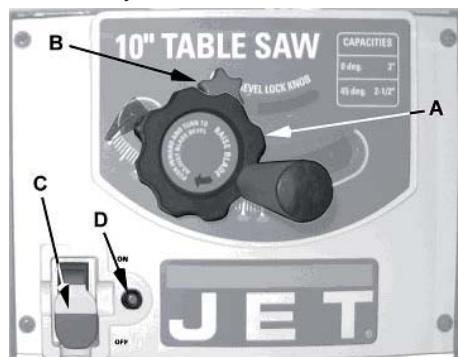

Рис. 24
- Розташований на передній панелі основної конструкції верстата (С, Рис. 24).
### Захист від перевантажень (рис. 24)